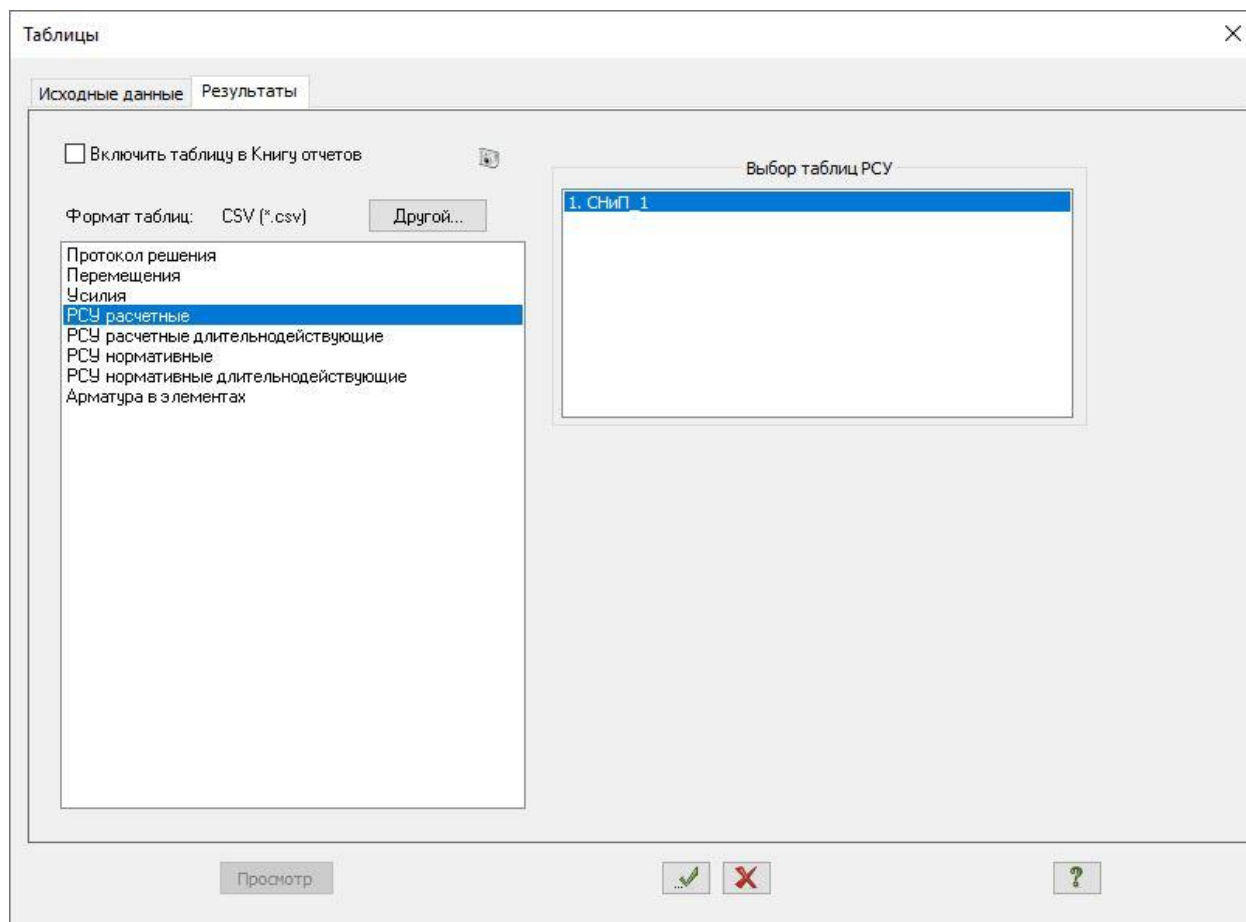

Рис.2.21. Диалоговое окно **Таблицы**
- После этого в диалоговом окне **Таблицы** (рис.2.21) выделите строку **PCY расчетные**.